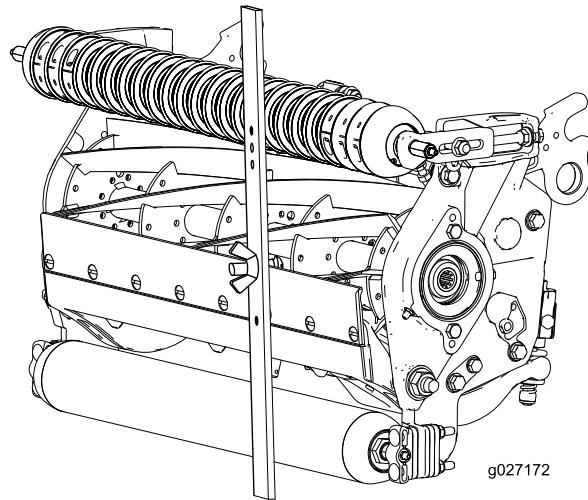

図 17
4. ゲージバーのネジ頭を下刃の切っ先に引っかけ、バーの後端を後ローラに当てがう **図 17**。
5. バーの前端がローラに当たるように、調整ネジで調整する **図 17**。